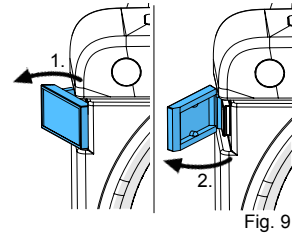

Fig. 9
- Desfaceti incuietorile usii (Fig. 9).
- Scoateti cheia Allen (22) din suport.
- Scoateti protectia (15).
- Slabiti surubul de fixare (16), si scoateti discul.
- Pozitionati un nou disc pe cuiul spintecat (17).
- Deschideti incuietoria usii (Fig. 9), scoateti usa si puneti-o deoparte.
- Insurubati unealta de desurubat (11) in flansa (23) pana la iesirea flansei.